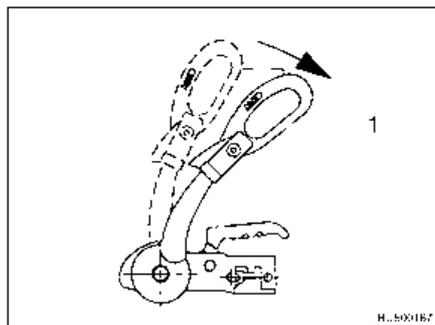

Fig. 177 Poignée de stabilisation
- Ouvrir la poignée de stabilisation (Fig. 177,1).